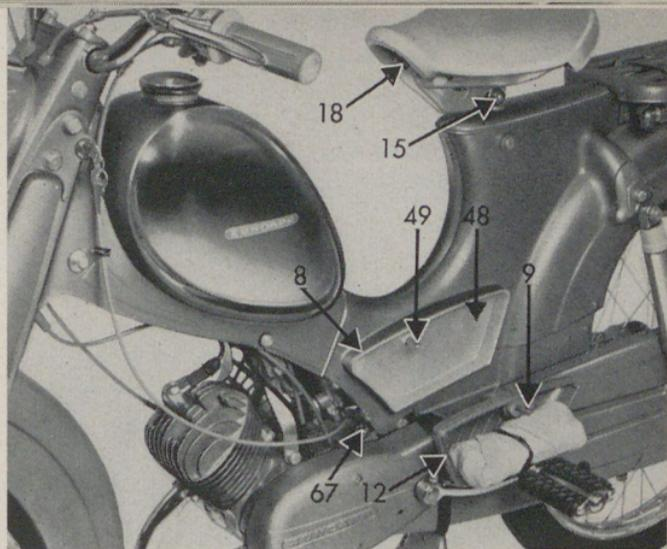

Bild 4
(Bild 4)
Der Werkzeugbehälterdeckel 12 ist mit einer Verschlussschraube 9 (Bild 4) befestigt. Nach Herausdrehen derselben kann der Deckel abgenommen werden. Fahrzeuge ohne Sicherungsschloß für den Werkzeugbehälter können nachträglich mit einem solchen ausgerüstet werden.
1. Der Sattel (Bild 4)
Die Verstellung des Sattels (Bild 4)
Einstellung der Sattelfederung (Bild 4)